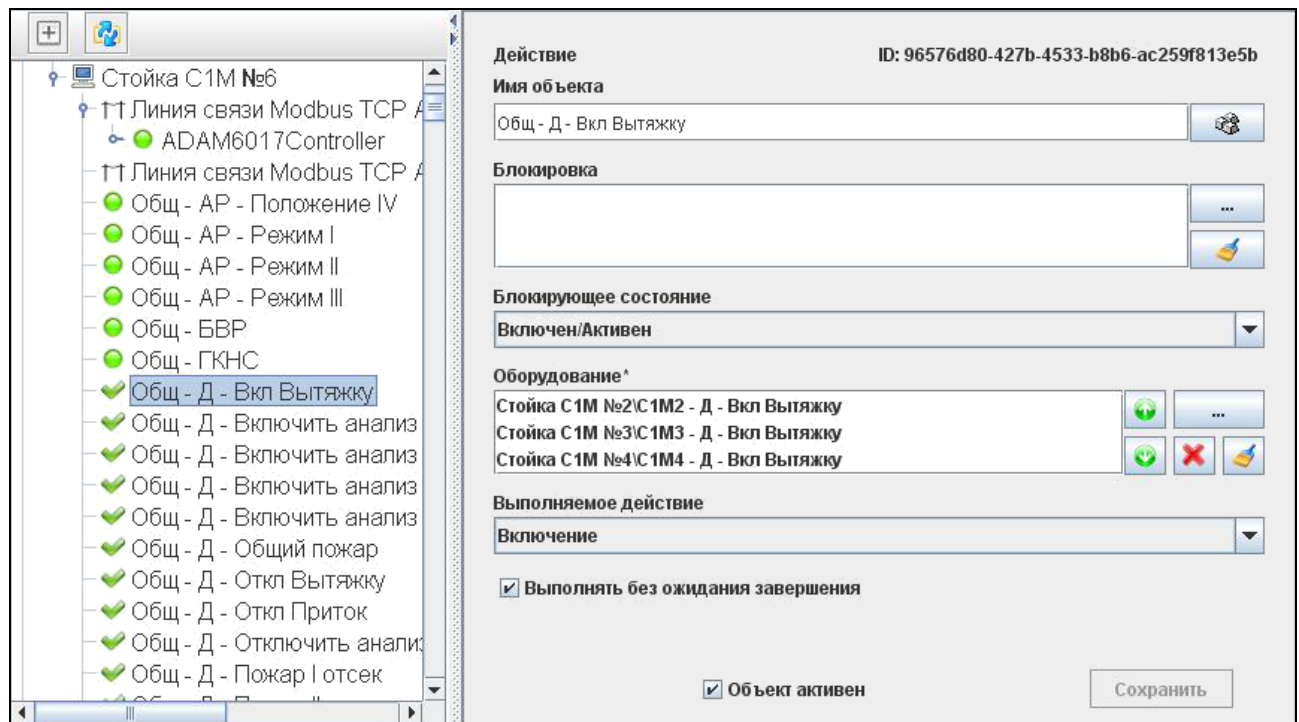

Рисунок 22 — Элемент «Действие»
3.10.16.1. Выполняет включение или выключение группы дискретных устройств последовательно или одновременно (рис. 22). Является дискретным устройством.